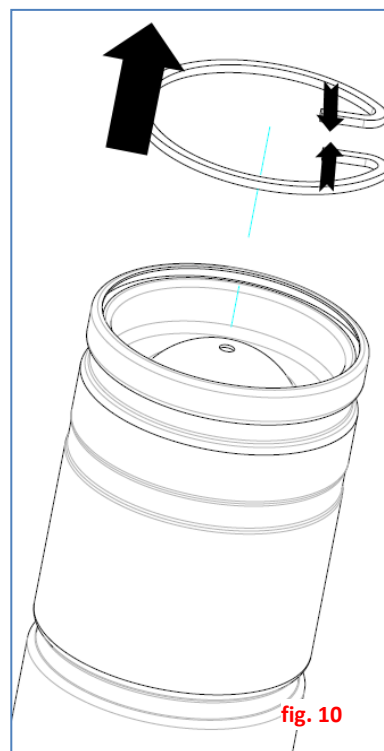

fig. 10
10. Rimuovere ora l'anello di chiusura posto sul fondo del motore (fig. 10).
Now remove snap ring placed on motor bottom end (fig. 10).